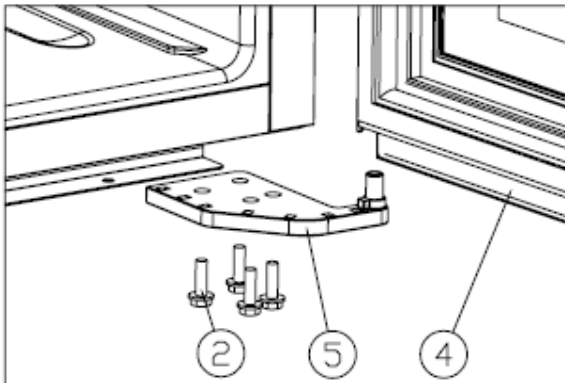

Abb. 2
- ✦ Die M5\*16-Schrauben lockern, das untere Scharnier entfernen⑤. [Abb. 2]